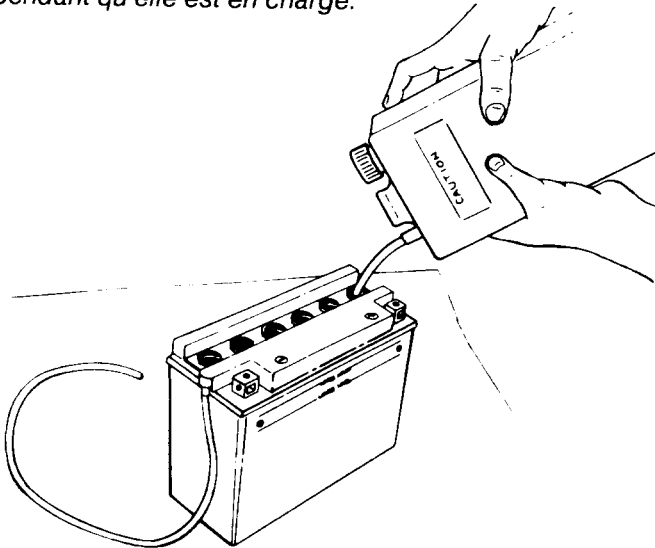

Figure 3
6. Remplissez lentement chaque compartiment de la batterie jusqu'au repère PLEIN. Voir la figure 3. Soyez prudent car le niveau d'acide augmente rapidement quand le fond du compartiment est plein.